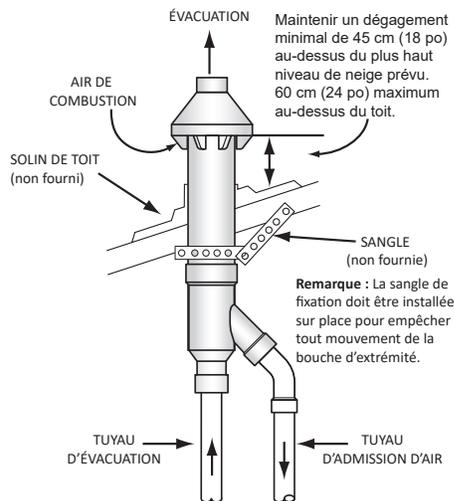

Figure 32. Dégagements pour la neige des bouches d'évacuation concentriques sur toit en pente
5. Attacher l'ensemble à la structure du toit comme illustré à la **Figure 32** à l'aide de bande perforée métallique (non fournie) ou autre matériau de support équivalent.
Remarque : S'assurer que l'extrémité d'évacuation est plus haute que la surface du toit ou que le niveau de neige prévu, comme illustré à la **Figure 32**.
7. Coller les tuyaux d'admission d'air de combustion et d'évacuation des gaz brûlés du chauffe-eau à la bouche d'évacuation concentrique. Voir le raccordement correct des tuyaux à la **Figure 32**.